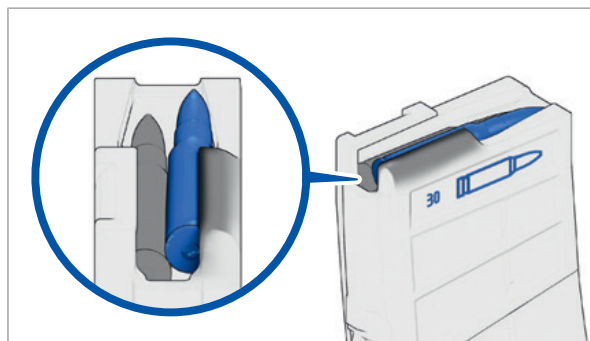

Abb. 72: Position der letzten Patrone
4. Handlungsaufforderung 2. - 3. so lange wiederholen, bis das Magazin gefüllt ist (Abb. 72).